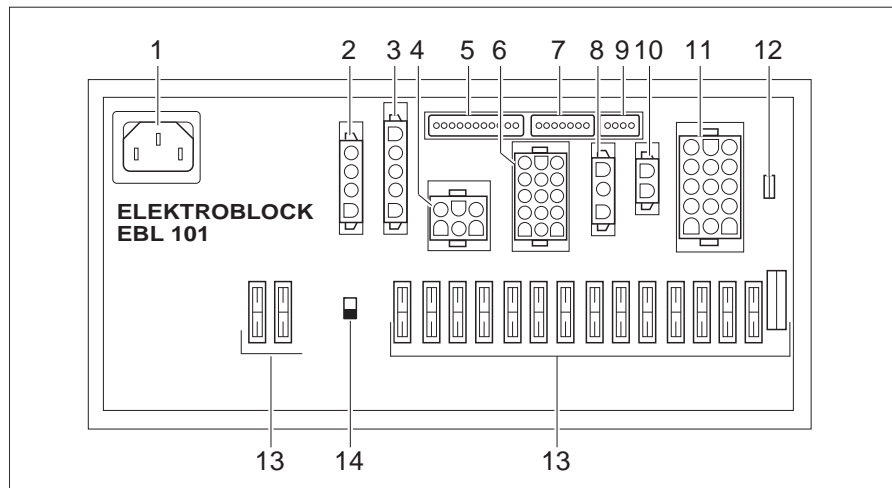

Bild 167 Elektroblock (EBL 101)
- Einbauort** Je nach Modell ist der Elektroblock (Bild 167) in der Sitzkonsole unter dem Fahrersitz oder unter dem Beifahrersitz eingebaut.
Je nach Modell ist der Elektroblock (Bild 167) in der Sitzkonsole unter dem Fahrersitz oder unter dem Beifahrersitz eingebaut.